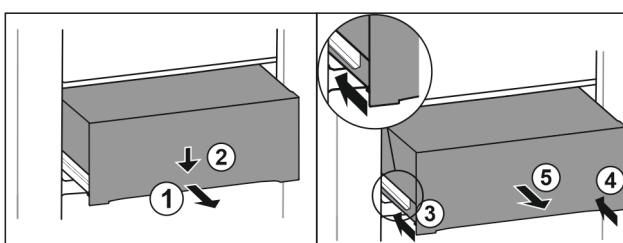

Fig. 94
- ▶ Вытяните выдвижной ящик наполовину. *Fig. 94 (1)*
- ▶ Вдавите выдвижной ящик в передней части вниз. *Fig. 94 (2)*
- ▶ Задвиньте левую направляющую прим. на 2 см. *Fig. 94 (3)*
- ▶ Задвиньте правую направляющую прим. на 2 см. *Fig. 94 (4)*
- ▶ Извлеките выдвижной ящик движением вперед. *Fig. 94 (5)*